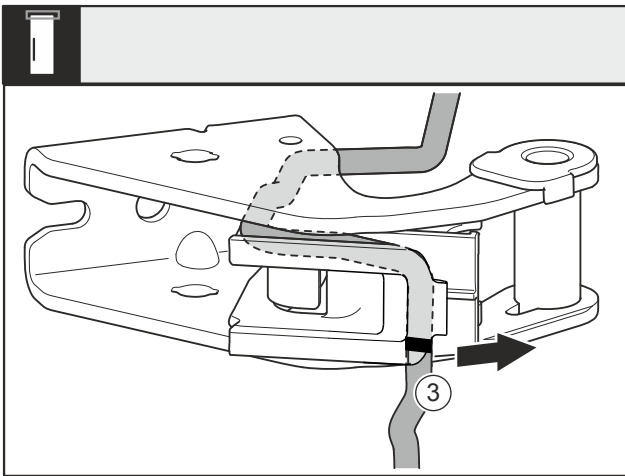

Fig. 27
- ▶ Витягніть кабель із тримачем кабелю Fig. 27 (3) з опорного кронштейну.